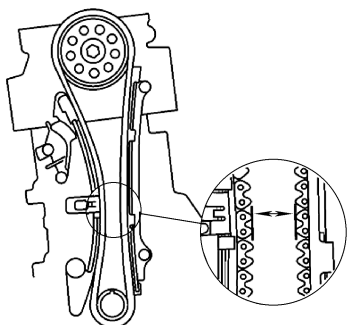

图 2-123 测量凸轮链的间隔
13) 测量凸轮链的间隔。如果间隔小于维修极限，则更换凸轮链与凸轮链张紧器，见图 2-123。